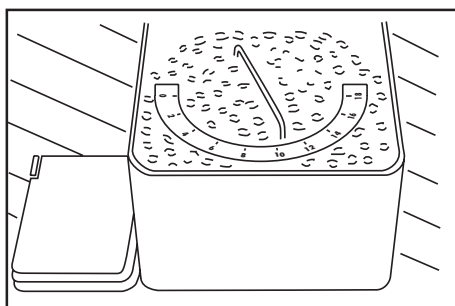

Fig. 8
- Regolare l'indice di macinatura del caffè su uno dei seguenti valori (fig.8):